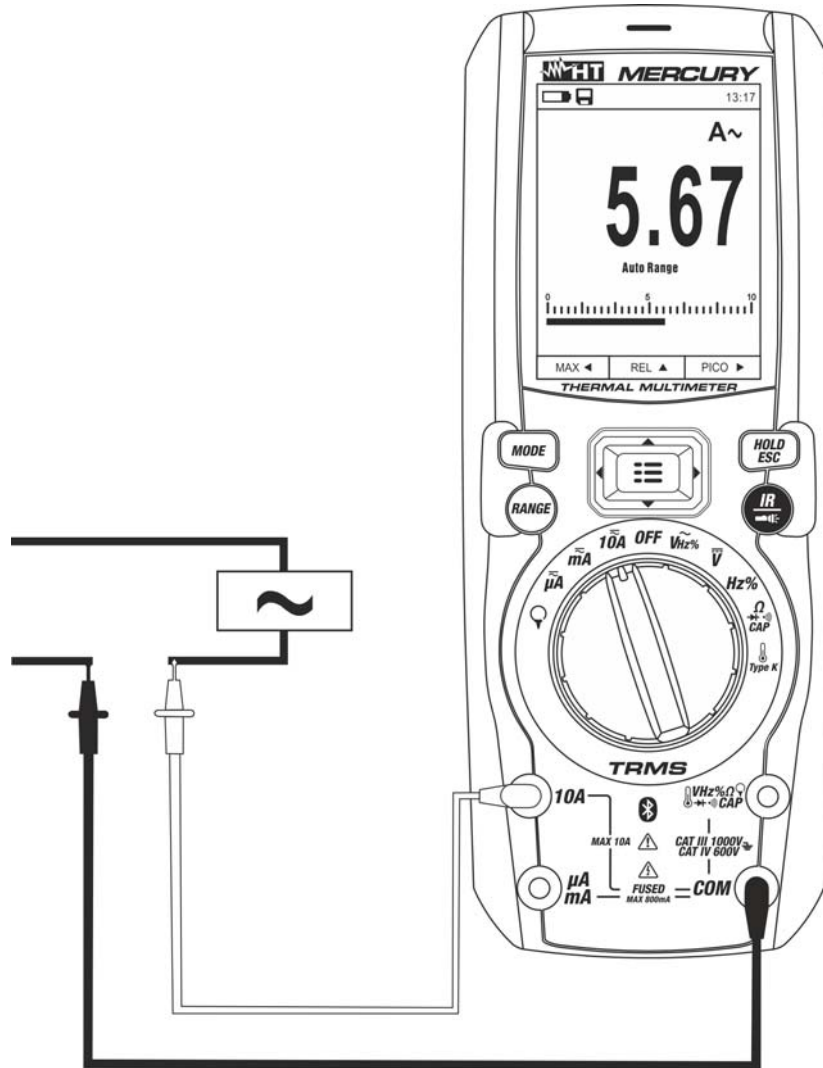

Fig. 29: Uso del instrumento para medida de Corriente CA
5. Conecte la punta roja y la punta negra en serie al circuito del que se quiere medir la corriente (ver Fig. 29)